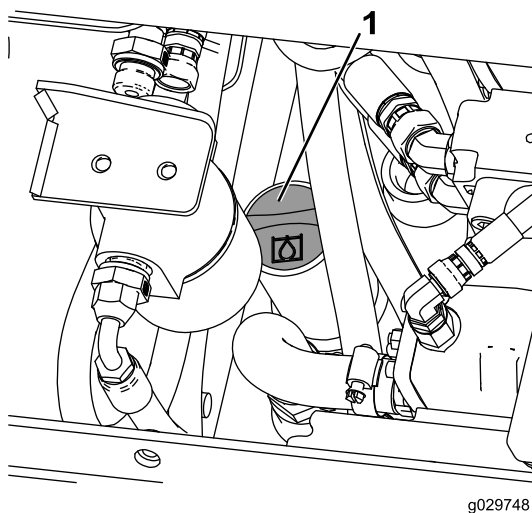

Figure 27
7. Nettoyez la surface autour du goulot de remplissage du réservoir hydraulique (Figure 27).